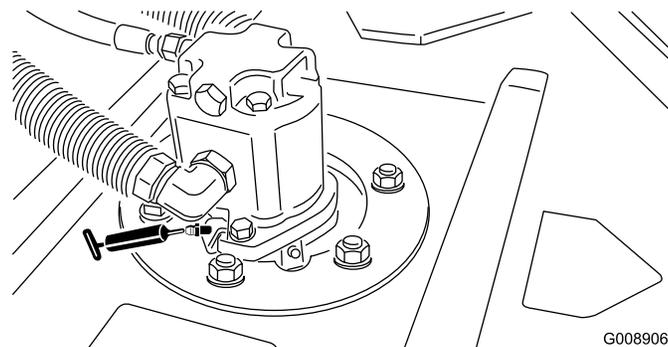

**Figura 37**
- Patilha Corte/Transporte (Figura 37)